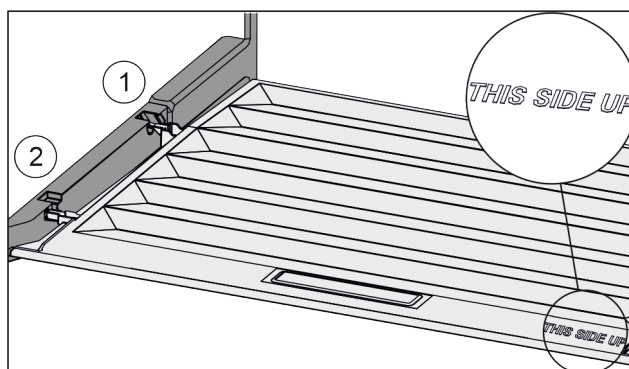

Fig. 34
- ▶ Ramiona pokrywy wprowadzić ponad otworem tylnego uchwyty Fig. 34 (1) i zazębic z przodu w uchwycie Fig. 34 (2).